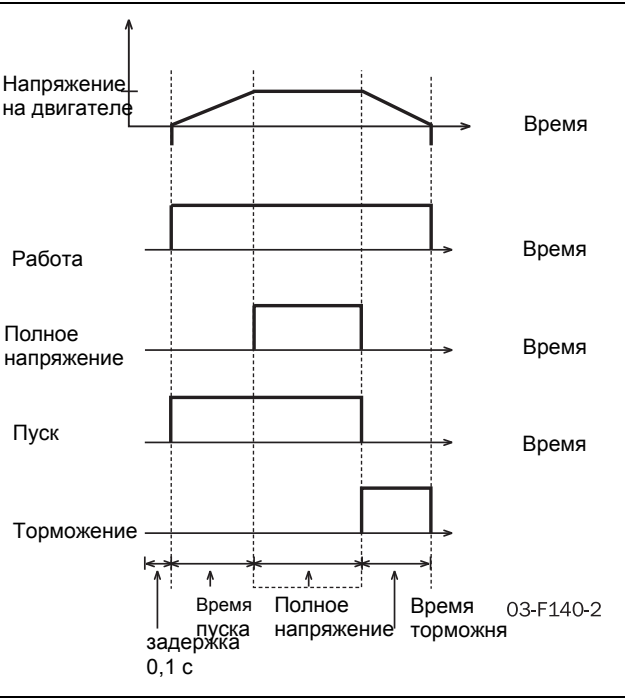

Рис. 60 Функции реле для пуска, работы и полного напряжения.
Реле могут использоваться для управления сетевыми контакторами или шунтирующим контактором, а также для индикации аварийных условий. Как показано на другой стороне Рис. 60, для активации сетевого контактора как в процессе пуска, так и при работе на полном напряжении и останове следует указать настройку «Режим работы» (вариант 1). При использовании шунтирующего контактора его можно контролировать через реле с настройкой «Полная мощность» (2). Настройки «Работа» (5) и «Тормоз» (4) используются при выбранном торможении противовключением. В данном случае одно реле следует настроить на работу, и оно будет контролировать сетевой контактор в процессе пуска и работы на полном напряжении. Другое реле следует настроить на тормоз, и оно будет контролировать контактор с измененной последовательностью фаз в процессе торможения. По соображениям безопасности реле, настроенное на тормоз, не будет активировано до истечения задержки в 500 мс после отключения реле, настроенного на работу.